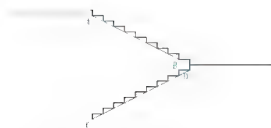

图 4.107 绘制 AB 和 CD 直线
(2) 将【辅助】图层关闭, 然后用【直线】命令绘制 AB 和 CD 直线, 结果如图 4.107 所示。